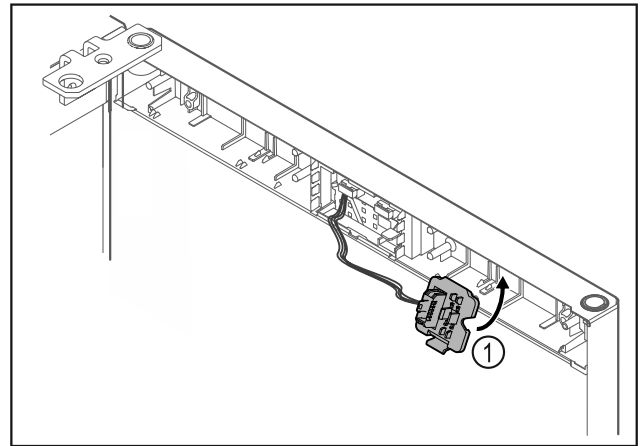

Fig. 18
- Zaklapněte držák zástrčky Fig. 18 (1) na protější straně.